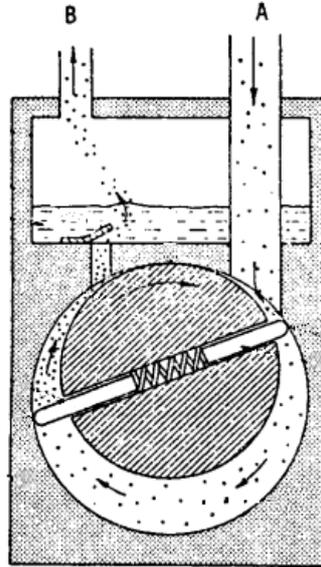

Figura 2 - Vacuômetro
- D) A pressão de linha é de 3 bar (3×10^5 Pa). A eficiência da bomba é de 50%. Considere a aceleração da gravidade como 10 m/s². Determine a potência requerida para bombear a água do sistema de resfriamento na vazão de 21 kg/s. Responda no Sistema Internacional de Unidades (SI) ou seus múltiplos.
- E) A pressão absoluta na saída do motor foguete é de 0,013 bar (10 mmHg). Determine a leitura exibida no vacuômetro mostrado na Figura 2 a seguir. Explique essa leitura. Considere a pressão atmosférica ao nível do mar.